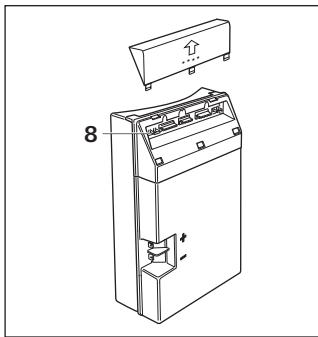

Bild 2
- Bild 2: Trumatic C 6002 EH:
- Fig. 2: Trumatic C 6002 EH:
- Figure 2 : Trumatic C 6002 EH :